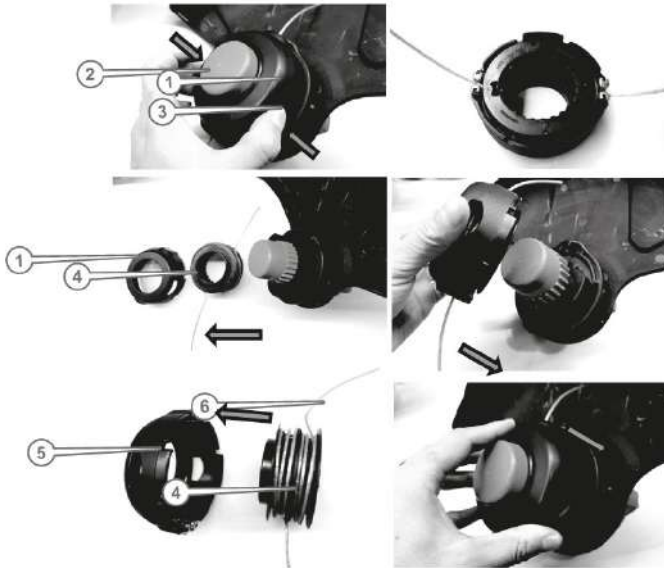

Рисунок 17. Схема заміни жилки різальної головки.
2. Розблокувати кришку головки кнопками розблокування (3, рис. 17) з обох боків головки.
3. Зняти кришку (1, рис. 17) різальної головки, котушку із жилкою (4, рис. 17).
5. Протягнути жилку (6, рис. 17) крізь отвір котушки та рівномірно намотати на котушку не вище обмежувальних країв, залишивши кінці назовні (рис. 17).
6. Встановити котушку (4, рис. 17) з намотаною жилкою в кришку (1, рис. 17) так, щоб кінчики жилки потрапили у пази (5, рис. 17) та виходили з обох боків кришки.